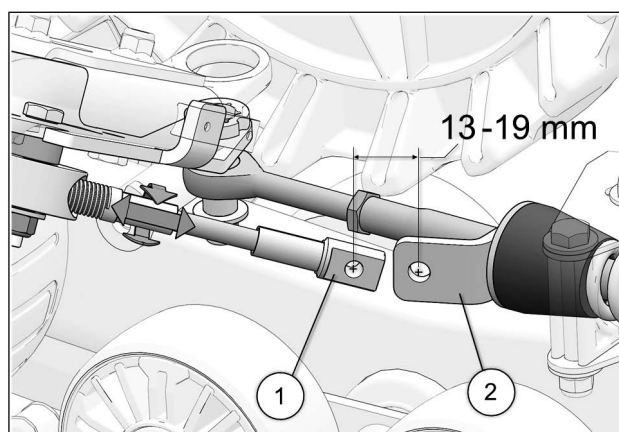

Fig. 25
17. Tourner le volant du véhicule au maximum de la course du côté gauche. En maintenant une pression au volant, ajuster le câble (en vissant ou dévissant pour ajuster la longueur). Voir la Fig. 25
18. Obtenir une distance de 13-19mm du centre de l'extrémité du câble (1) au centre de l'extrémité du support de fixation (2). Voir la Fig. 25